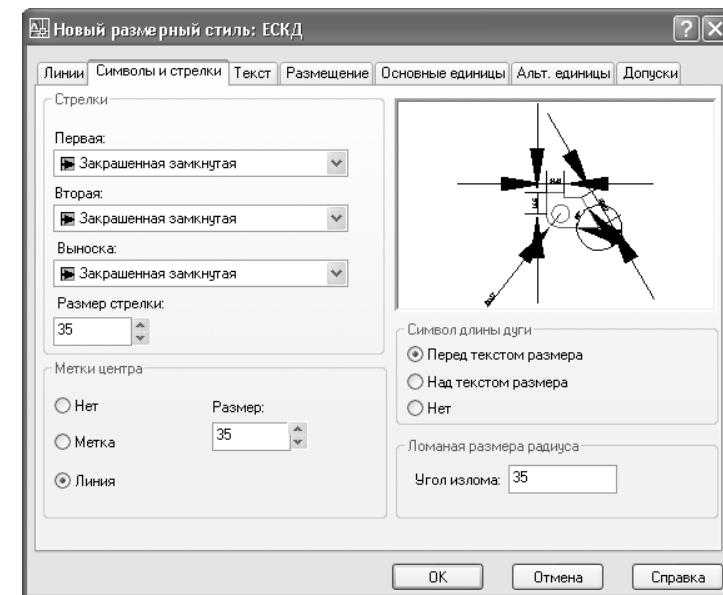

Рис. 11.4 ▼ Параметры стрелок для нового стиля ЕСКД
- Перейдите на вкладку **Символы и стрелки** (Symbols and Arrows) и установите параметры стрелок в соответствии с рис. 11.4: параметру **Размер стрелки** (Arrow size) присвойте значение 35; в группе **Метки центра** (Center marks) выберите переключатель **Линия** (Line) и присвойте параметру **Размер** (Size) значение 35.